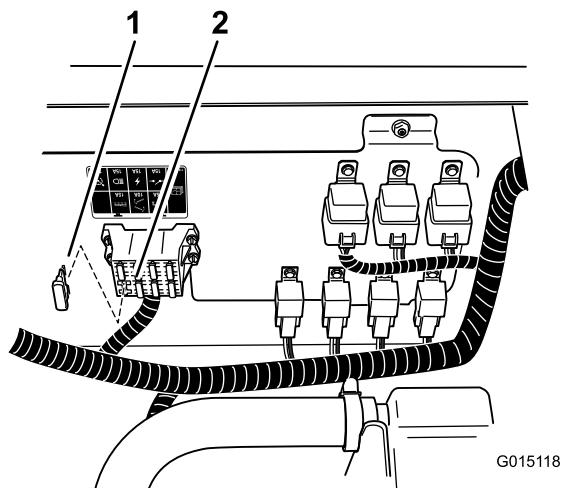

Figura 29
6. Instale un fusible de 10 amperios en el bloque de fusibles (Figura 29).